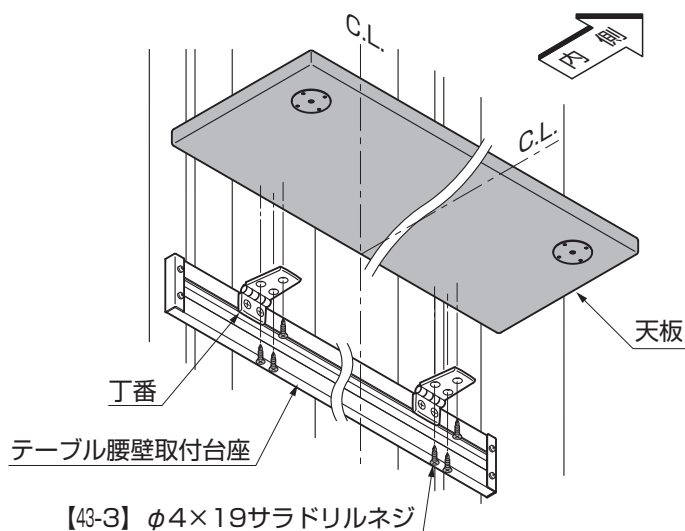

図4-1 丁番の取付け
- テーブル天板の取付け位置は、テーブル腰壁取付台座の真中と天板の真中を合わせて取付けてください。(図4-1参照)